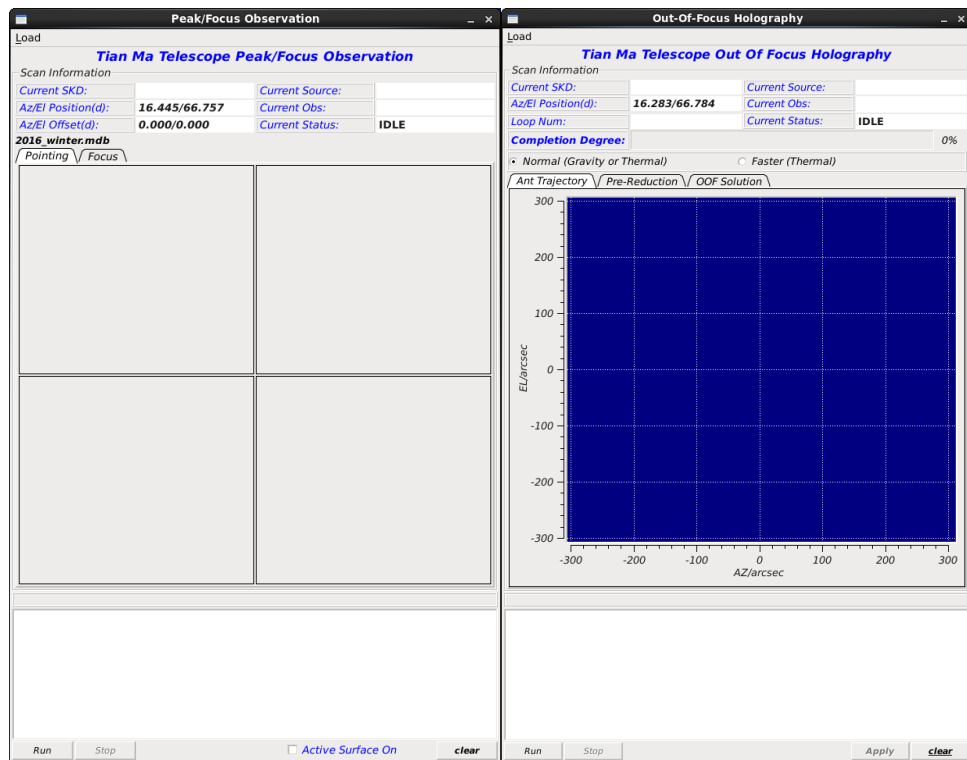

图 3.运行脚本后出现的两个界面，第一个界面为进行指向和焦距快速修正的软件，第二个界面为进行面型快速修正的软件。
- (1) 在 Ygor 电脑上，点击桌面右下角的 OOF 标签页。
- (2) 在终端上，`cd /home/shao65/software/Mconauto/obs`，运行 `python conrun.py`；在终端上，`cd /home/shao65/software/Moofauto`，运行 `python oofrun.py`。出现两个界面如图 3。